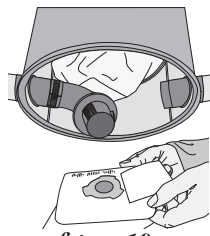

figure 10
2. Retirer le sac (**figure 10**). Si celui-ci est plein, en fermer l'ouverture avec l'autocollant fourni à cet effet (voir instructions sur le sac). Jeter le sac usagé. Si non utilisé, le conserver pour utilisation ultérieure, si désiré.